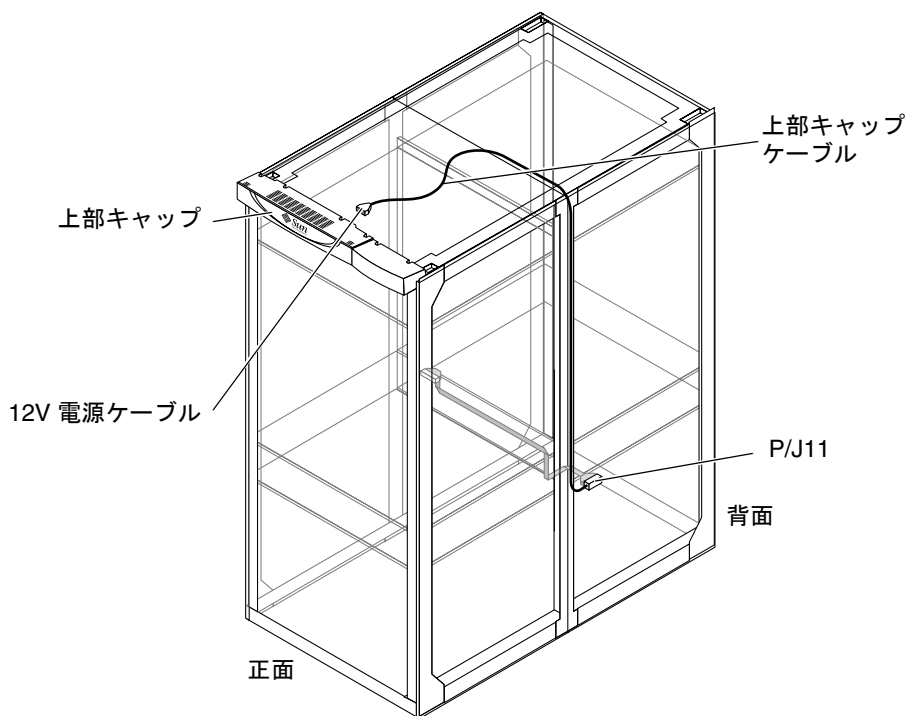

図 16-13 上部キャップケーブル
9. 外側のライトアングル型コネクタ (P/J11) を、シャーシの側面パネルから取り外します (図 16-13)。